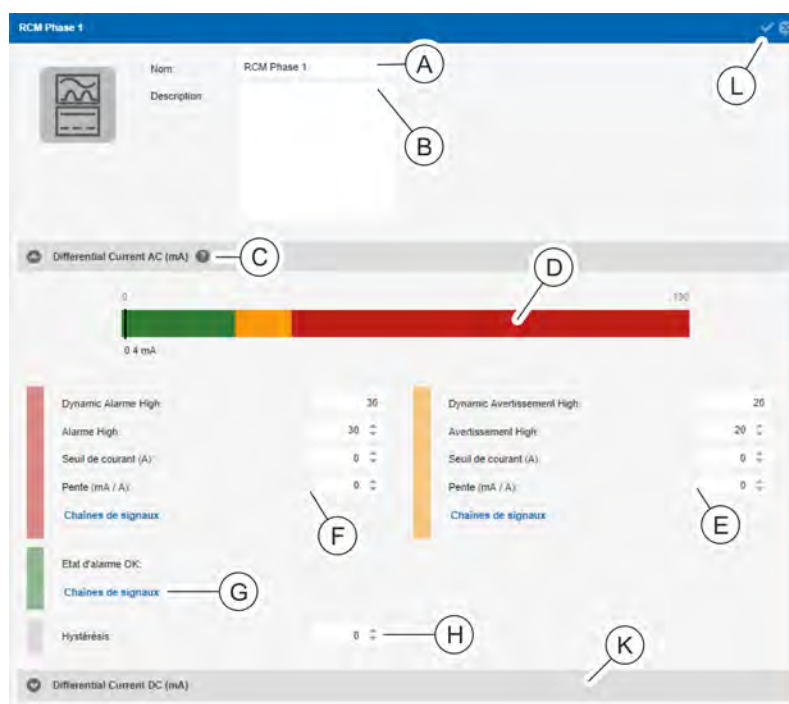

Fig. 127 : Affichage détaillé
4. Dans l'affichage détaillé, modifier si besoin la désignation du dispositif de mesure de courant différentiel (Fig. 127 /A) et, si nécessaire, ajouter une description (Fig. 127 /B).
5. Dans la zone « *Differential Current AC (mA)* », saisir une valeur pour « *Alarme High* », « *Seuil de courant (A)* » et « *Pente (mA / A)* » (Fig. 127 /E).
8. Saisir une valeur pour « Avertissement High », « Seuil de courant (A) » et « Pente (mA / A) » dans la zone « Differential Current AC (mA) » (Fig. 127 /E) et affecter une chaîne de signaux (de manière similaire aux étapes 5 et 6).
9. Si nécessaire, affecter une chaîne de signaux (de manière similaire aux étapes 5 à 7) au paramètre « État d'alarme OK » dans la zone « Differential Current AC (mA) » (Fig. 127 /G).
10. Saisir une valeur pour « Hystérésis » dans la zone « Differential Current AC (mA) » (Fig. 127 /H).
11. Répéter les étapes 5 à 10 pour la zone « Differential Current DC (mA) » (Fig. 127 /I).
Il n'est pas possible de régler « Seuil de courant » et « Pente » avec « Differential Current DC (mA) ». Les valeurs seuils pour la surveillance CC sont affichées en couleur (Fig. 127 /J).
12. Appuyer sur le bouton « Enregistrer » (Fig. 127 /L) pour confirmer la sélection.
Les valeurs « Dynamic Avertissement High » ou « Dynamic Alarme High » sont calculées automatiquement. Le point d'interrogation (Fig. 127 /M) permet d'afficher un graphique avec une explication de la valeur seuil RCM dynamique (Fig. 18).